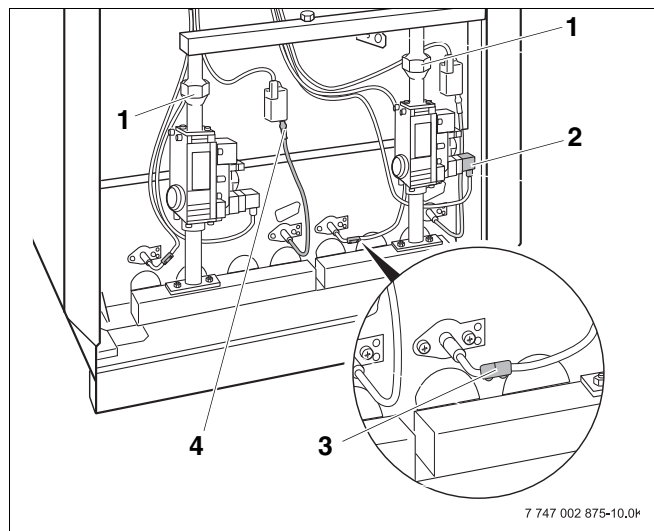

Рис. 39 Газовая горелка с арматурой Honeywell VR 4605
- Отсоедините горелку от трубы подачи газа, для чего разъедините резьбовые соединения (Рис. 39, **поз. 1**) над арматурой.
- Отверните винты штекера горелки (Рис. 39, **поз. 2**) и выньте штекер из арматуры (Рис. 39).
- Разъедините штекерное соединение тактового устройства розжига (Рис. 39, **поз. 4**).
- Удалите защиту от прикосновения на контрольном кабеле (Рис. 39, **поз. 3**) и разъедините штекерное соединение.